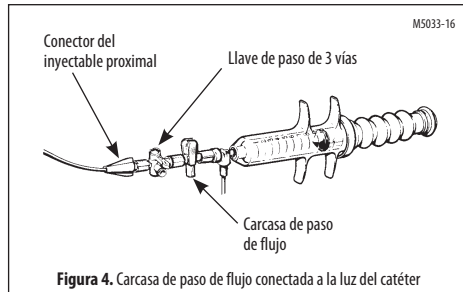

Figura 4. Carcasa de paso de flujo conectada a la luz del catéter
1. Verifique la ausencia de aire en la ruta de líquidos. Fije la válvula de retención/paso de flujo a la llave de paso de la luz del catéter del inyectable (Figura 4).